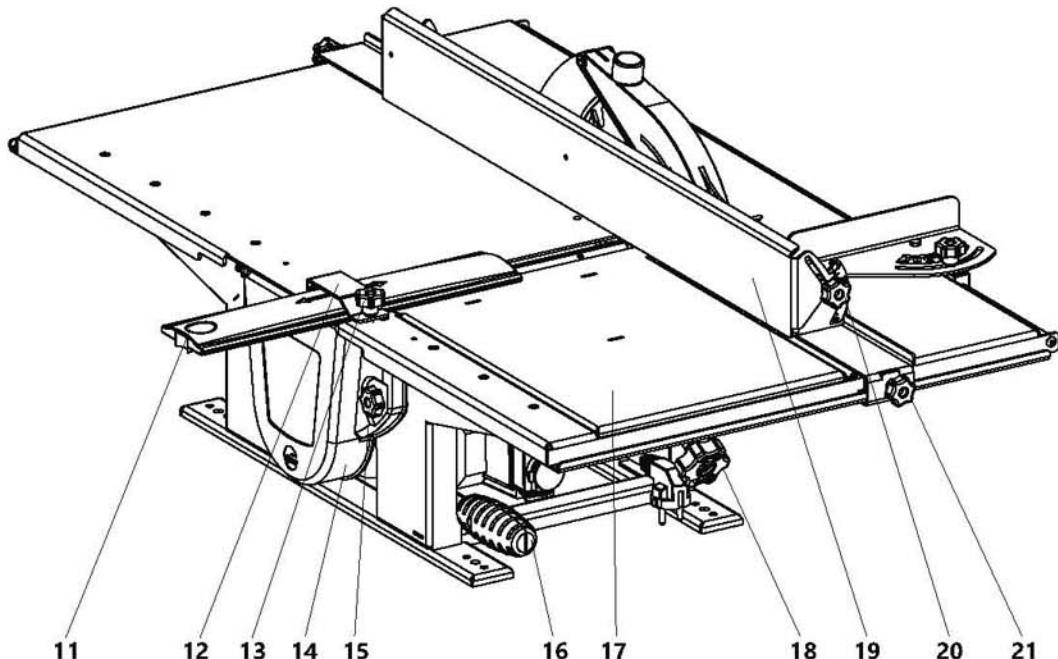

Рисунок 3. Общий вид станка при операции строгания
Перед началом работы следует произвести подготовку и наладку станка (рис. 3):
### **7.2.1 Настройка станка на операцию пиления (рис. 3)**
- выкрутить ручку 15 и отвернуть кожух 14 (рис. 3);